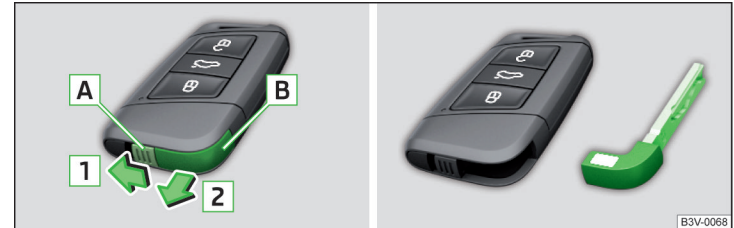

Abb. 38 KESSY-Schlüssel
- Die Rastnase **A** in Pfeilrichtung **1** entriegeln » Abb. 38.